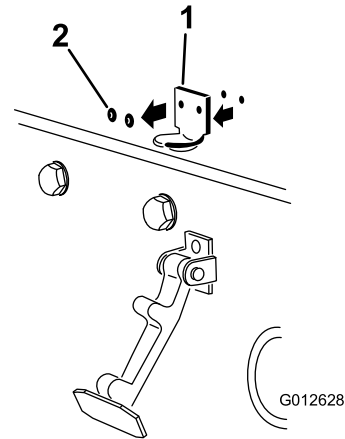

图 6
- 卸下将机罩门锁支架固定至机罩的 2 个铆钉 (图 6)。